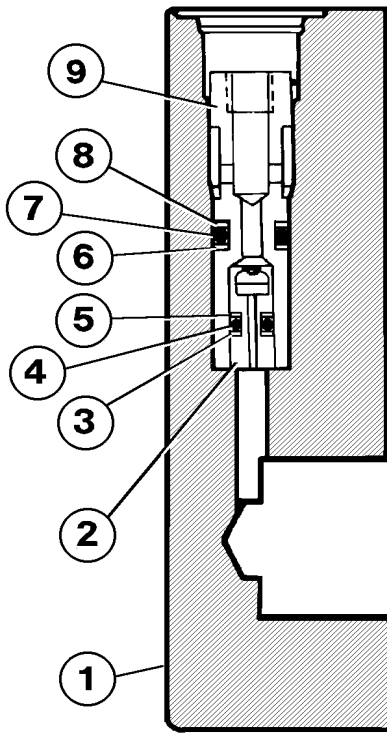

FIGURA 8-6. DESMONTAJE DEL CABEZAL MÓVIL DEL RESTRICTOR
NOTA: Si es necesario desmontar el cabezal móvil del restrictor en la cubierta (2), consulte el paso 4 y Figura 8-6.
4. Retire la camisa (9, Figura 8-6), el anillo de respaldo (8), la junta tórica (7) y el anillo de respaldo (6). Retire el anillo de respaldo (5), la junta tórica (4), el anillo de respaldo (3) y el cabezal móvil del restrictor (2).
2. Si desmontó el cabezal del restrictor (2, Figura 8-6), vuelva a ensamblar en el orden que se muestra.